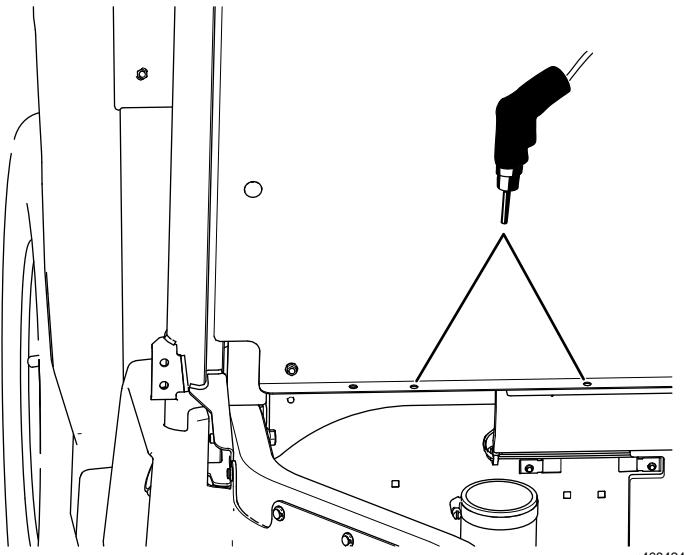

Figure 26
D. Déplacez le capot d'admission CVT et percez les 2 trous (11/32 po) dans le panneau du siège (Figure 26).